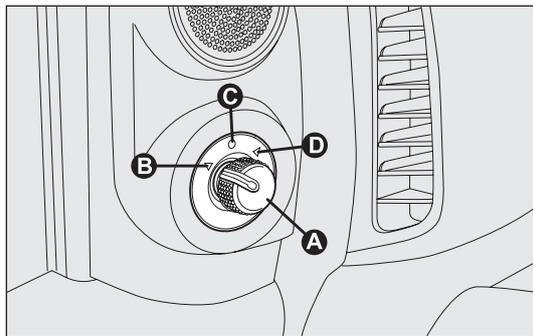

fig. 38
- seleccione con el desviador A-fig. 38 el espejo que desee (derecho o izquierdo);